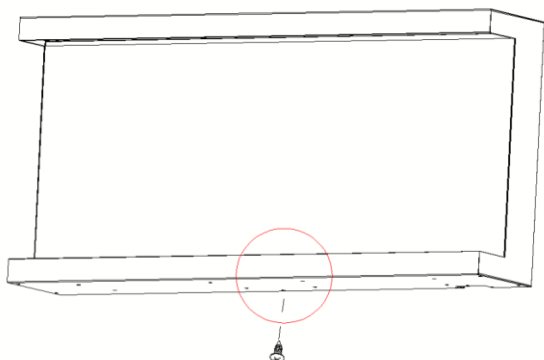

Fig 1-1
A. Zdejmij srebrną śrubę u dołu urządzenia (Fig 1-1). Odłóż śrubę na bok.